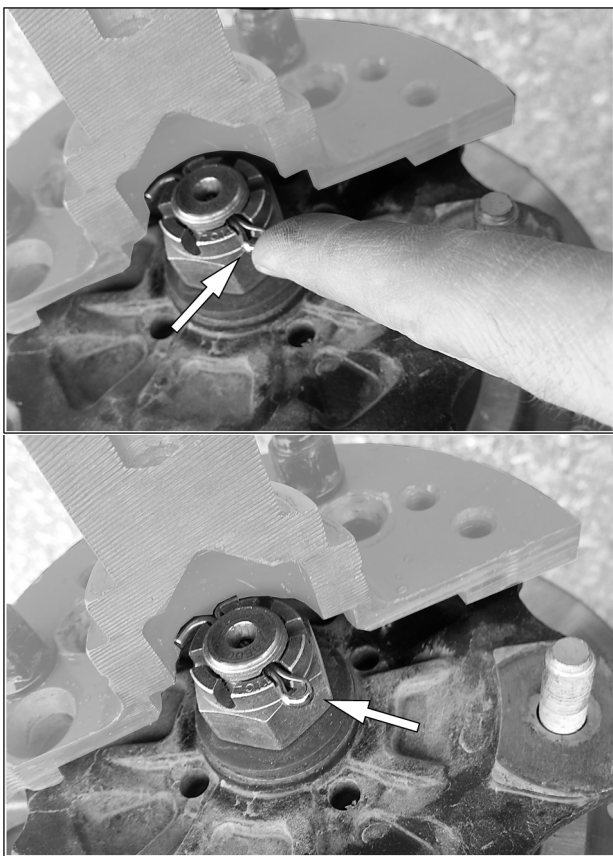

Fig. 8
8. Modifier la position de la goupille fendue pour éviter toute interférence lors de l'assemblage du moyeu du système de traction. Le moyeu du système de traction doit se positionner sans résistance au moyeu du véhicule. Voir la Fig. 8